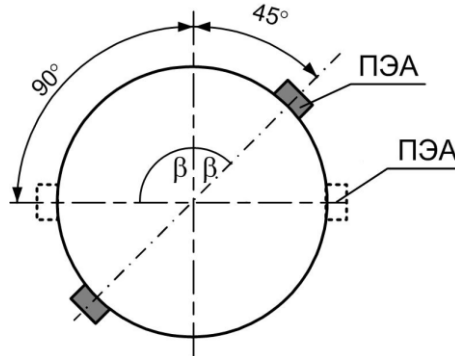

Рис.4. Рекомендуемые положения ПЭА при установке расходомера.
- 3.2.3. При установке ПП на трубопровод, рекомендуется располагать его таким образом, чтобы продольная плоскость ПЭА (плоскость, проходящая через пару ПЭА вдоль оси трубопровода) составляла с вертикалью угол $\beta = 45^\circ - 90^\circ$ (рис.4).